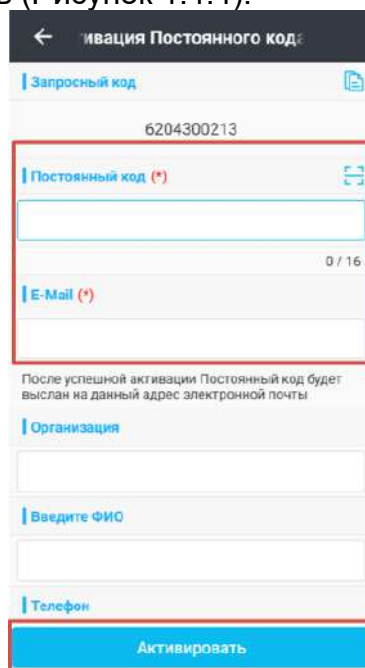

Рисунок 1.4.4
- 🖨 Нажмите Активировать (Рисунок 1.4.4).